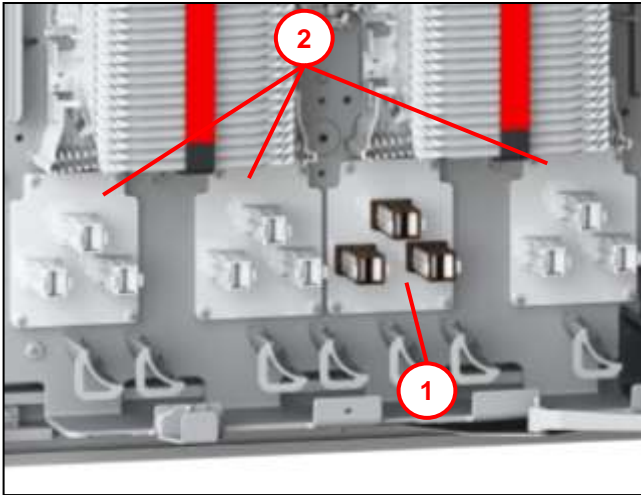

Abb. 32
- Schutzschläuche über Kabelumlenkung (8) auf Kassettenebene führen und ablängen (siehe Kapitel 7 - Abb. 32 und Abb. 36).
- Zentralelement durch die Öffnung auf Rückseite der Rückwand führen und durch Zugbügelschraube (4) fixieren.
- Gf-Minikabel / Luftkabel (6) mit Schaumband umwickeln und mit Kabelbinder (7) an Rückwand befestigen.